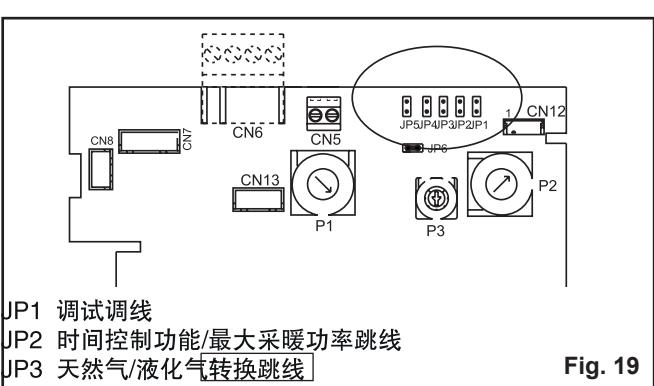

Fig. 19
- 用改锥打开操作面板上的盲板旋钮： (Fig.19)
- 顺时针前倾旋转控制板上的电位计 P2 至最大值位置，即顺时针旋转至旋不动为止； (Fig.19)